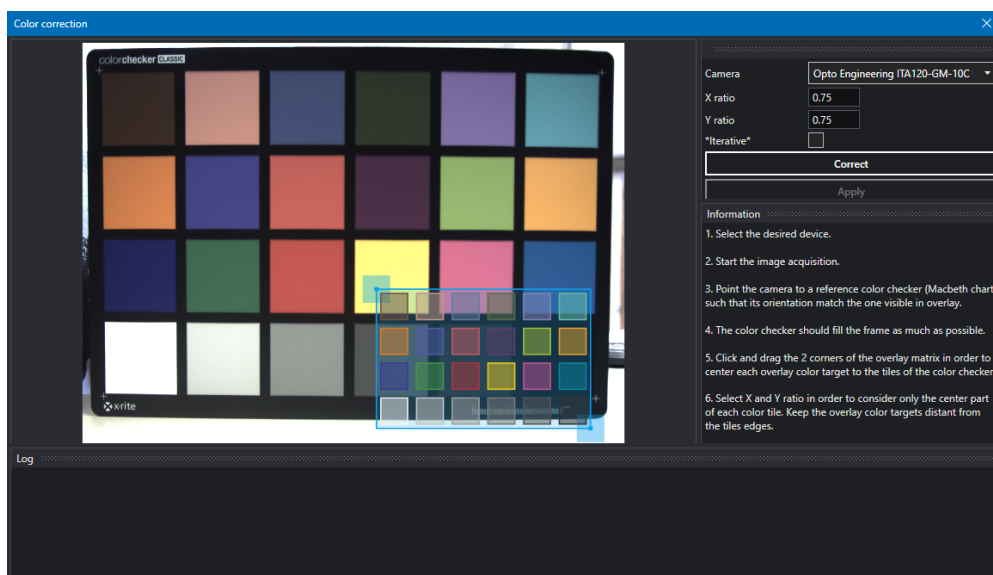

Figure 26: 色彩校正向导窗口。
3. 打开色彩校正向导 (*Wizard > Color correction*)（图 26）。